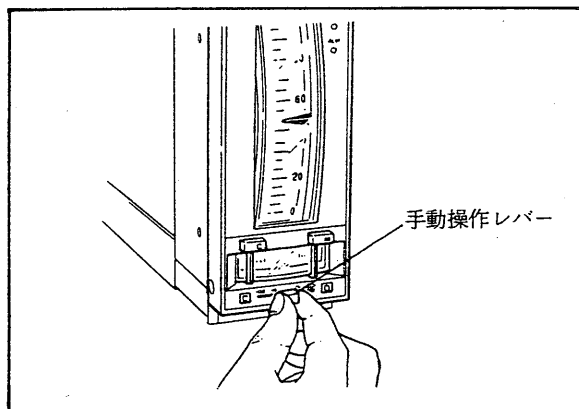

図 5.14 手動出力操作
- (1) 本器の運転モードを[M]モードにしてください
- (2) 手動操作レバーを左（または右）に倒して、出力信号を調節してください(図 5.14 参照)。
- (3) カスケード入力信号が接続されている場合は、[C]モード押ボタン・スイッチを押すことにより、出力信号を切換えることができます。